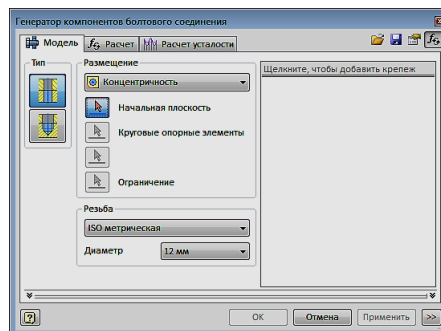

Рис. 3.76. Диалоговое окно «Генератор компонентов болтового соединения»
1. Выберите на ленте вкладку «Проектирование» ► панель «Крепление» ► «Болтовое соединение» . Откроется диалоговое окно «Генератор компонентов болтового соединения» (рис. 3.76).